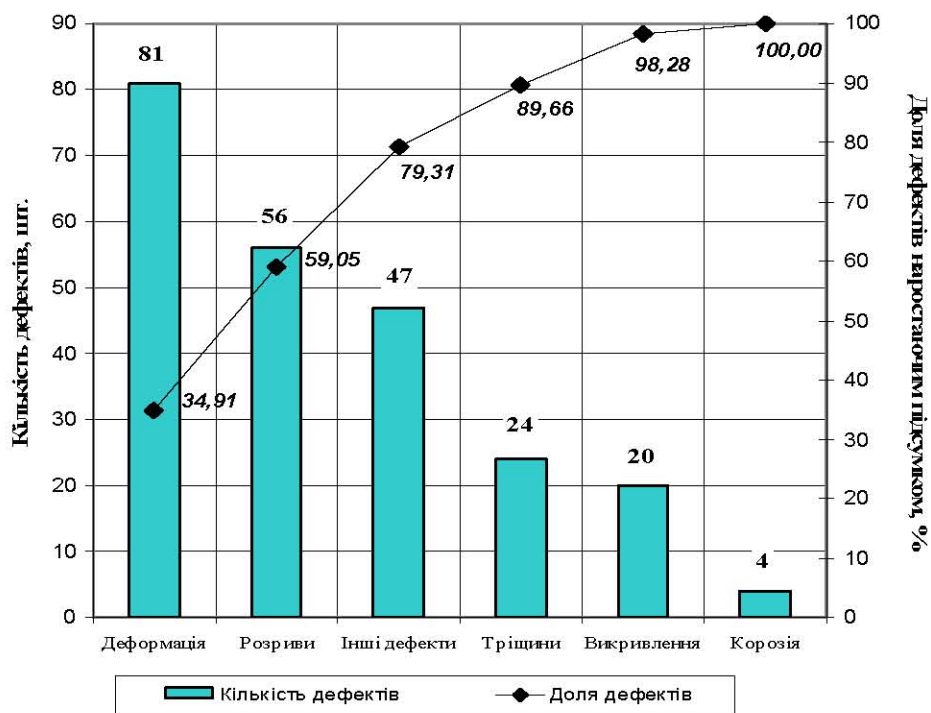

Рисунок 3.11 – Діаграма Парето
- 3 На основі розрахованих даних будуюмо діаграму Парето (рис. 3.11)